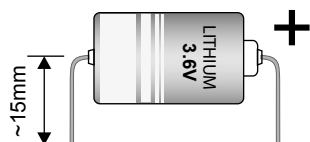

Fig. 5 3.6V Lithium battery
5. Die neue Batterie einführen, **dabei auf richtige Polarität achten**, wie in Abb. 5 dargestellt.
5. insertar la batería nueva **respetando la correcta polaridad como está reflejado en la fig.5;**